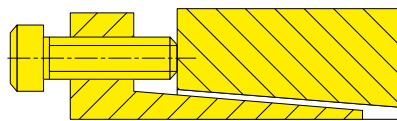

Fig. 3
**P60-K / P80-M / P80-S / P110-S / P110-T / P140-T:** alle inbusbouten verwijderen en de verwijderde inbusbouten in de tussenliggende gaten draaien om zo de conussen van de klemring uit elkaar te drukken (Fig. 3). In het geval van een driedelige spanset, dient de demontage te geschieden zoals omschreven bij de P200-T versies hieronder.